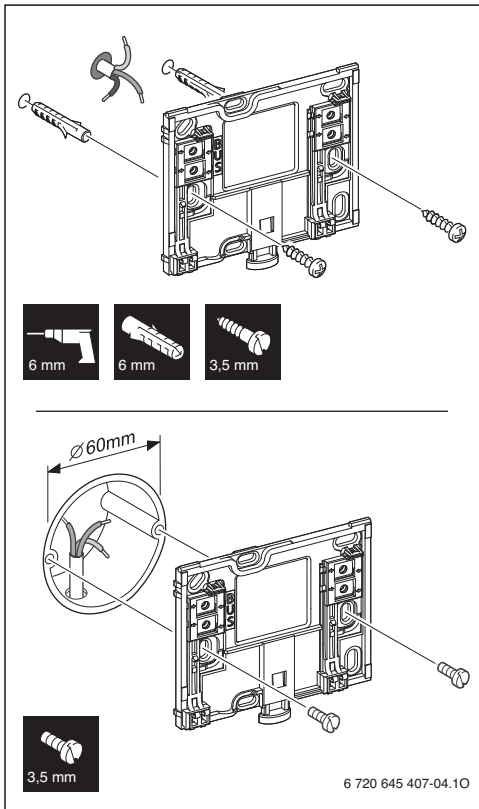

Bild 5 Installation des Sockels
- ▶ Sockel an einer Wand installieren (→ Bild 5).